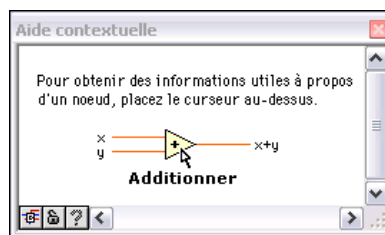

Figure 2-2. Fenêtre d'Aide contextuelle
1. Sélectionnez **Aide»Afficher l'aide contextuelle** à partir de la face-avant ou du diagramme pour afficher la fenêtre d'**Aide contextuelle**, montrée dans la figure 2-2. Vous pouvez aussi cliquer sur le bouton **Afficher la fenêtre d'aide contextuelle**, représenté à gauche, sur la barre d'outils de la face-avant ou du diagramme pour afficher la fenêtre d'**Aide contextuelle**.